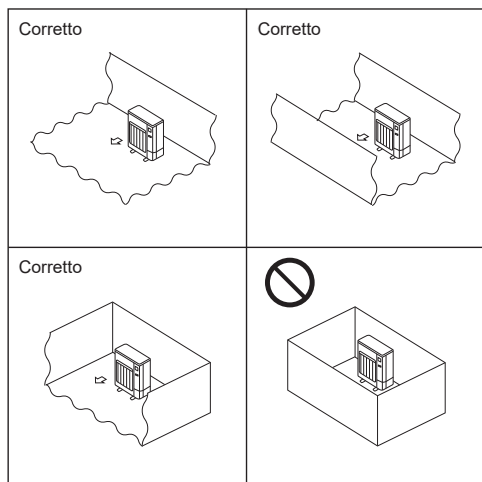

Fig. 2-1
- Installare unità esterne in un luogo in cui sia aperto almeno un lato su quattro e in uno spazio di grandezza sufficiente e privo di depressioni. (Fig. 2-1)